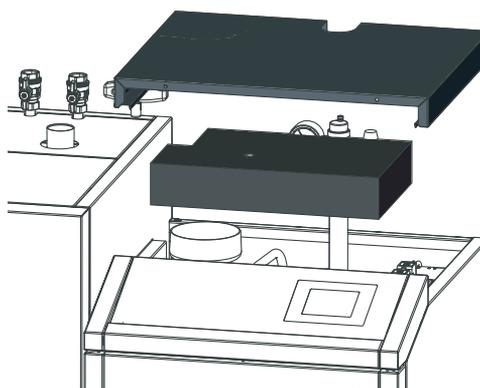

Fig. 58 Rimuovere la copertura superiore e l'isolamento
- ▶ Togliere la copertura in alto e rimuovere l'isolamento sul coperchio delle superfici riscaldanti – Fig. 58.